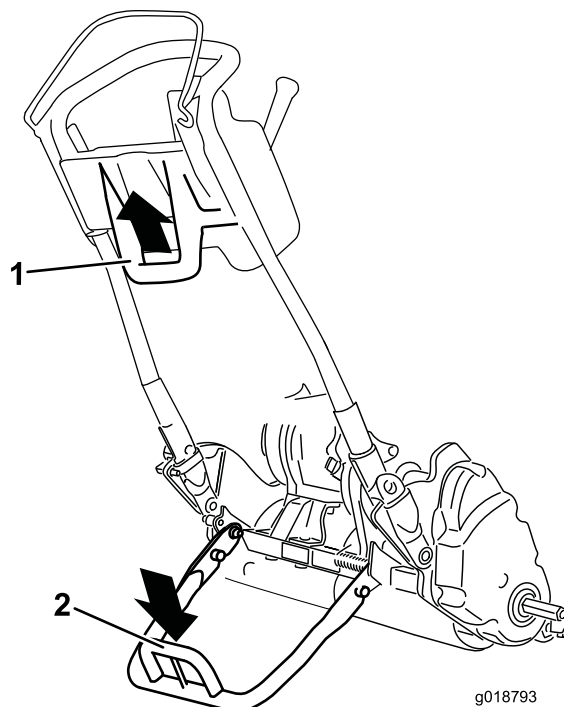

図 24
- 移動走行タイヤの着脱のためにキックスタンドを操作するには、スタンドを床面まで下げ、ループを足で踏みつけた状態のままで、機体下部についているハンドルを持ってマシンを後方に引いてください図 24。